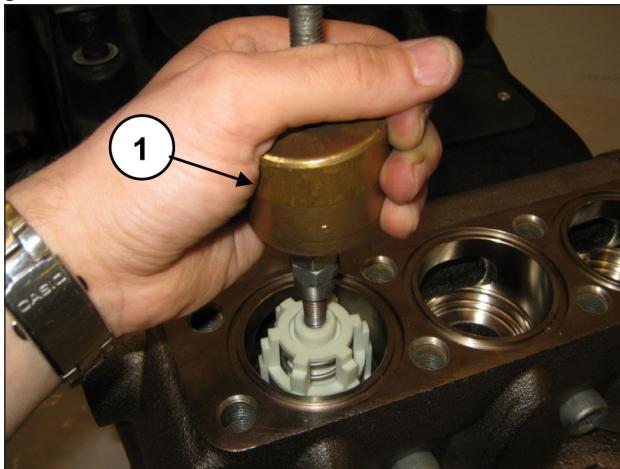

Fig. 137
Extraer el grupo de la válvula de envío aplicando un extractor de percusión (cód. 27516400) en el orificio M10 de la guía de la válvula (pos. ①, Fig. 137) o, como medida adicional, aplicar un adaptador M10-M16 (cód. 25089700) a la rosca M16 de la guía de la válvula.